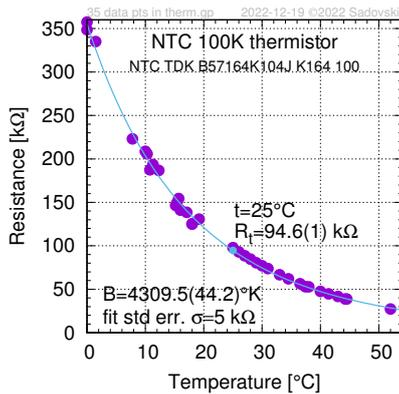

FIG. 8 – Calibration d'une thermistance CTN
**Calibration d'une thermistance :** Vous utilisez la CTN sur la fig. 7a, trois résistances  $R_{1,2,3}$  de 100 kΩ, deux multimètres pour mesurer  $V$  et  $V_{CC}$ , un thermomètre, un calorimètre muni de deux résistances de chauffage en série et un mélangeur (le matériel de TP **mesures calorimétriques**), la source de tension DC à deux sorties, dont une simple pour le chauffage et une stabilisée pour le  $V_{CC}$  de 5 V, et les glaçons. La thermistance est protégée hermétiquement (vernis, peinture) pour pouvoir être plongée dans l'eau sans provoquer le court-circuit. Elle est branchée dans le pont de Wheatstone (fig. 7d), un diviseur de tension (7c), ou, tout simplement, au bornes d'un ohm-mètre. Vous chauffez et refroidissez l'eau dans le calorimètre pour prendre les mesures de  $V$  dans l'intervalle de température  $x = 0 \dots 50$  °C avec votre ARDUINO. Vous pouvez également mesurer les valeurs de  $R_x$  directement avec l'ohm-mètre et les tabuler. Par la suite, vous vérifiez l'eq. (3.1) avec les valeurs de  $B$  ( $\pm 138^\circ$ ) et  $R_t$  de référence dans la fig. 7a. Si cela est nécessaire, vous ajoutez (re-calibrez) ces valeurs ; voir la figure 8 ci à gauche.